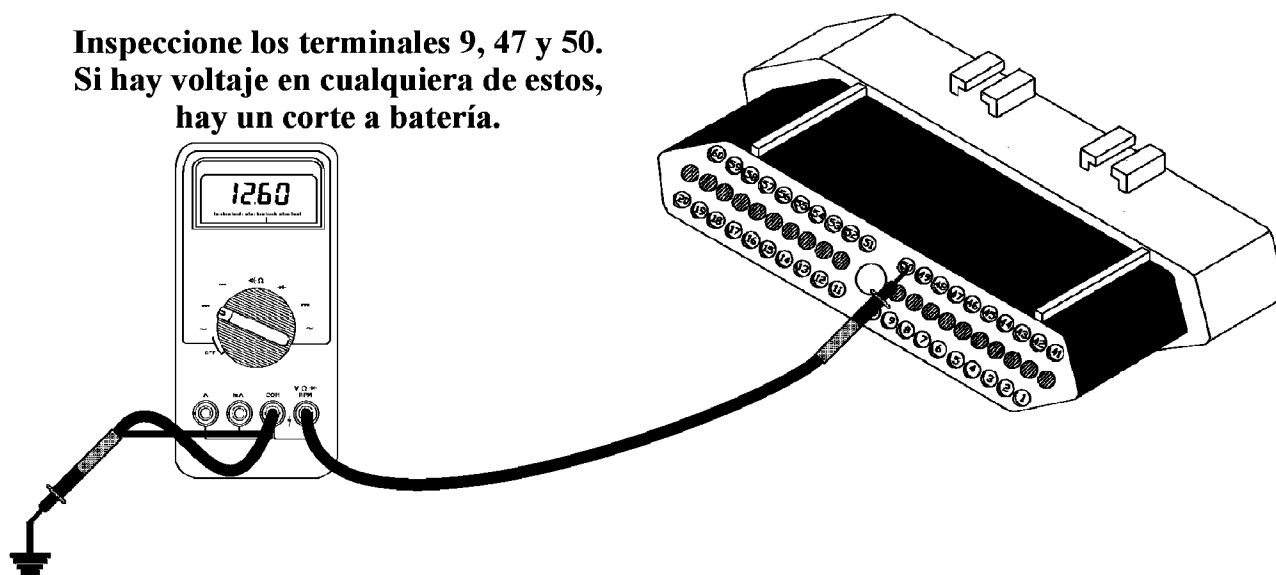

Figura 20
- Desconecte el TCM y fije su multímetro para medir voltaje DC. Coloque el cable negativo a una buena tierra y con el cable positivo inspeccione los terminales 9, 47 y 50 (Vea la figura 20). Si se ve una lectura de voltaje en uno de estos tres terminales, hay un corte a batería en algún lugar del arnés entre el TCM y el conector del cuerpo de solenoides. Repare el corte a batería o corra un alambre nuevo desde el cuerpo de solenoides al TCM.